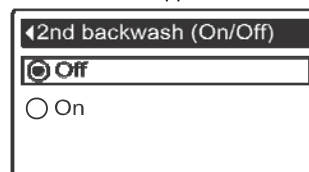

РИС. 64
- 8b. **Вторая обратная промывка (Вкл/Выкл):** Если желаемая опция уже отмечена черной точкой напротив неё (См. Рисунок 64), перейти к Шагу 9. В противном случае, нажать кнопки ВНИЗ (▼) или ВВЕРХ (▲), чтобы прокрутить до другой опции, затем нажать кнопку ВЫБРАТЬ (O) чтобы подтвердить её. При включении этой функции добавляется вторая обратная промывка и ополаскивание в начале цикла заправки. По умолчанию функция установлена как Выключенная. Установите эту функцию в положение Включено, если в подаче воды содержится много осадка или железа.